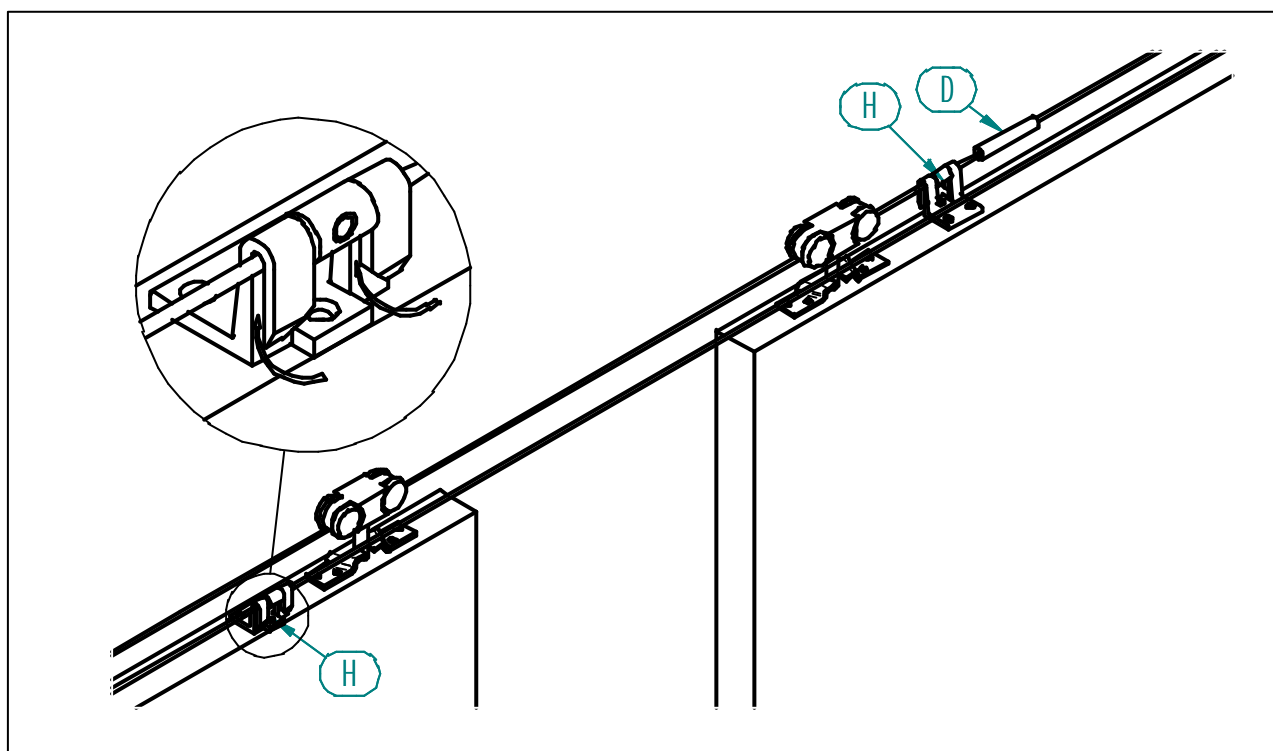

Figura 5
- Inserire la corda di acciaio nelle squadrette come mostrato in figura 5 allentando temporaneamente il tenditore (D fig 5).